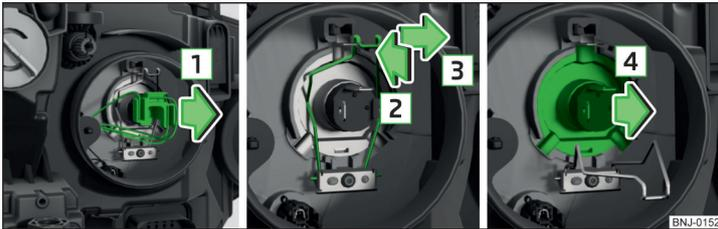

Abb. 185 Glühlampe für Abblendlicht und Fernlicht wechseln
- Die Steckerverrastung drücken und den Stecker mit Wackelbewegungen in Pfeilrichtung **1** » Abb. 185 herausnehmen.